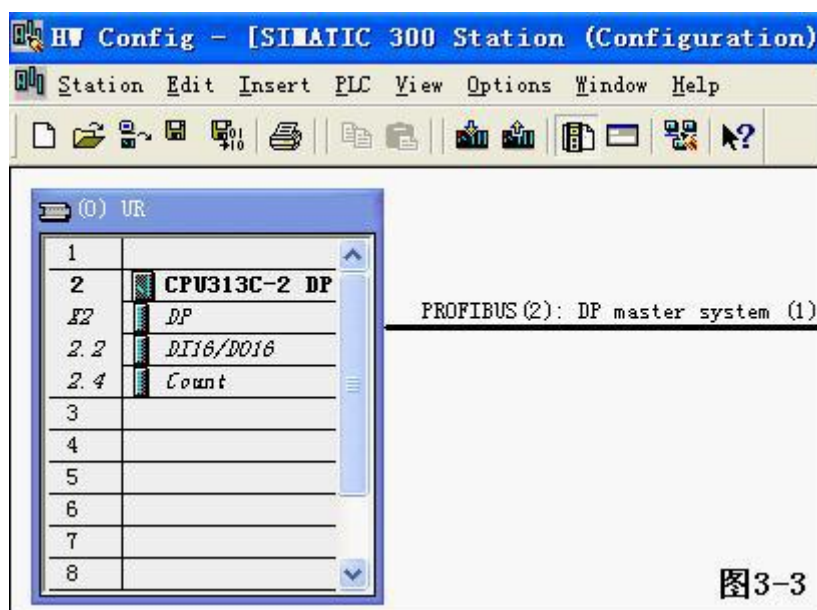

图3-3
2) 配置 PROFIBUS：双击 CPU 槽位中的 DP，→属性→new→Network Settings→187.5K→OK，如图 3-3